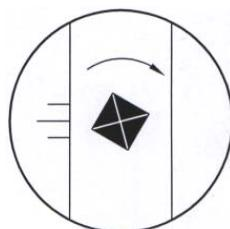

Abbildung 6-16 Falsches Bild
6. Sollte das Bild wie in Abbildung 6-16 dargestellt werden, müsse Sie die Schraube noch mal lösen und den Eindringstempel leicht drehen. Führen Sie Schritte 2-5 so lange aus, bis Sie das richtige Bild bekommen.